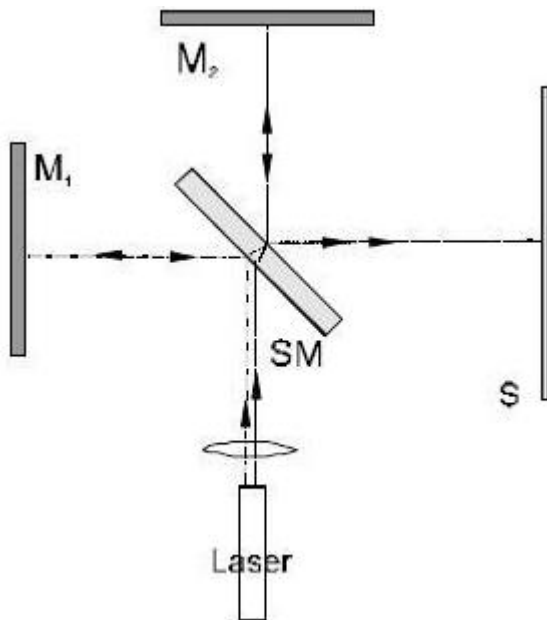

Fig. 2 Montaje experimental – Interferómetro de Michelson (M1, M2 = Espejo, SM = Espejo semitransparente, S = Pantalla de vidrio mate)
- Se coloca el Láser aproximadamente en el centro del tablero (Fig. 2) y se orienta el rayo paralelamente a la placa base (ver observaciones).
- Se intercala el espejo semitransparente entre el Láser y el espejo M2 (ver Fig. 2) El ángulo entre el espejo semitransparente y el eje del rayo Láser debe ser de 45° con la mayor exactitud.
- La pantalla de vidrio mate se monta de acuerdo con la Fig. 2. El rayo Láser debe incidir en el centro de ésta.
En el montaje de acuerdo con la Fig. 2, es importante que las ondas esféricas que se sobreponen realicen sólo un ángulo pequeño. Entonces el patrón de interferencia es observable en el plano I (ver Fig. 3a) Si el ángulo es muy gran de no se puede observar la interferencia (Fig. 3b). Por ello es importante que el rayo Láser esté orientado así que pase paralelamente a la placa base y que después de la reflexión en los espejos M1 y M2 siga siendo paralelo.